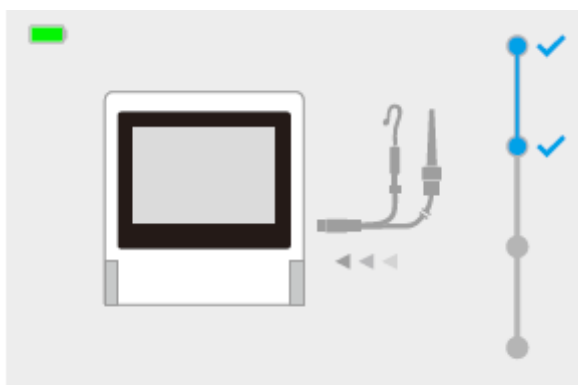

Рис. 29 Подключите измерительный провод
- Подключите измерительный провод к апекслокатору (Рис. 29).